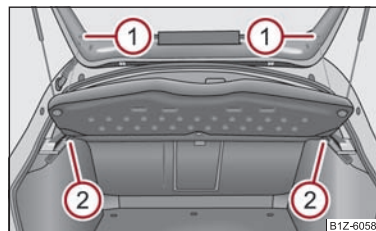

Fig. 60 Desmontaje de la cubierta del maletero
- Desenganchar las cintas de sujeción en la tapa de maletero ① ⇒ fig. 60.
- Extraiga la cubierta de la fijación ② horizontalmente hacia atrás.
- Para volver a efectuar el montaje, introducir primero la cubierta del maletero en la fijación ② y, a continuación, enganchar las cintas de sujeción ① en la tapa de maletero.